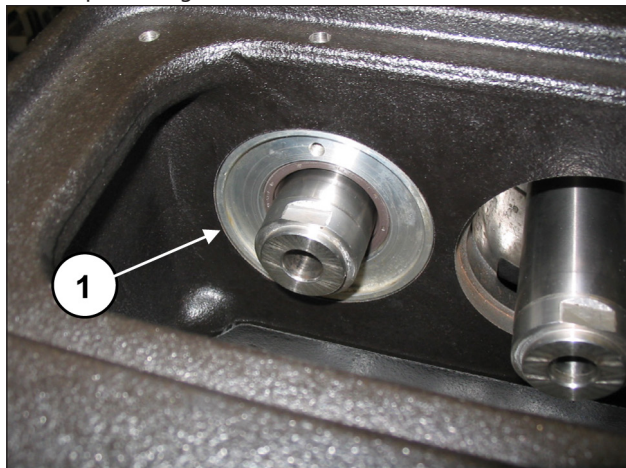
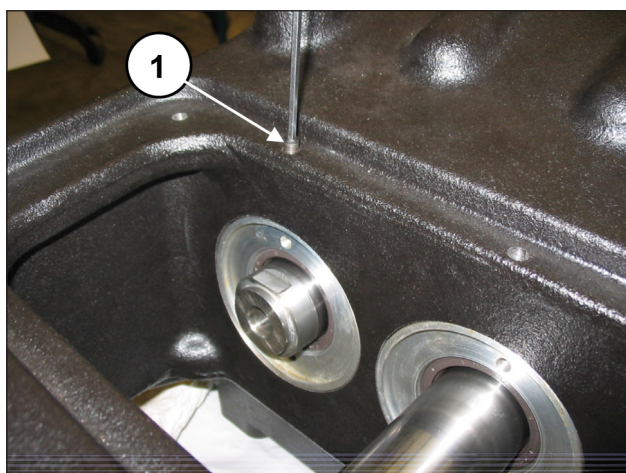

Fig. 97
Fig. 98
Comprobar que la tapa entre a fondo en el alojamiento (pos. ①, Fig. 97), sin dañar el labio de la anilla de retención radial. Fijar las tapas de retención con 2 tornillos prisioneros M6x30 (pos. ②, Fig. 98).